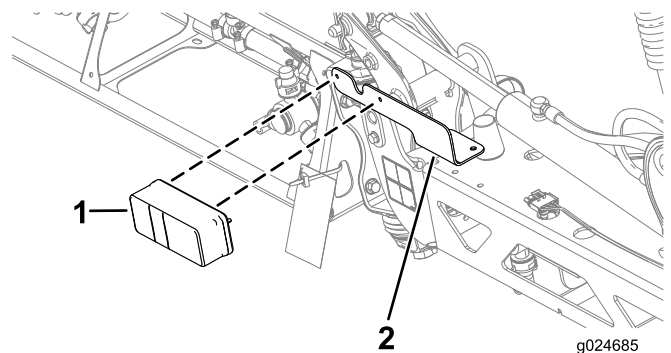

Figura 11
- Instale el conjunto de luz trasera en el soporte de la luz trasera con la lente ámbar hacia fuera (Figura 11).